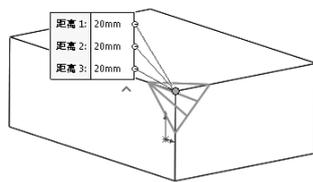

图 3-35
- “顶点”类型：该类型是以相邻的 3 条相互垂直的边定义的顶点圆角，如图 3-35 所示。